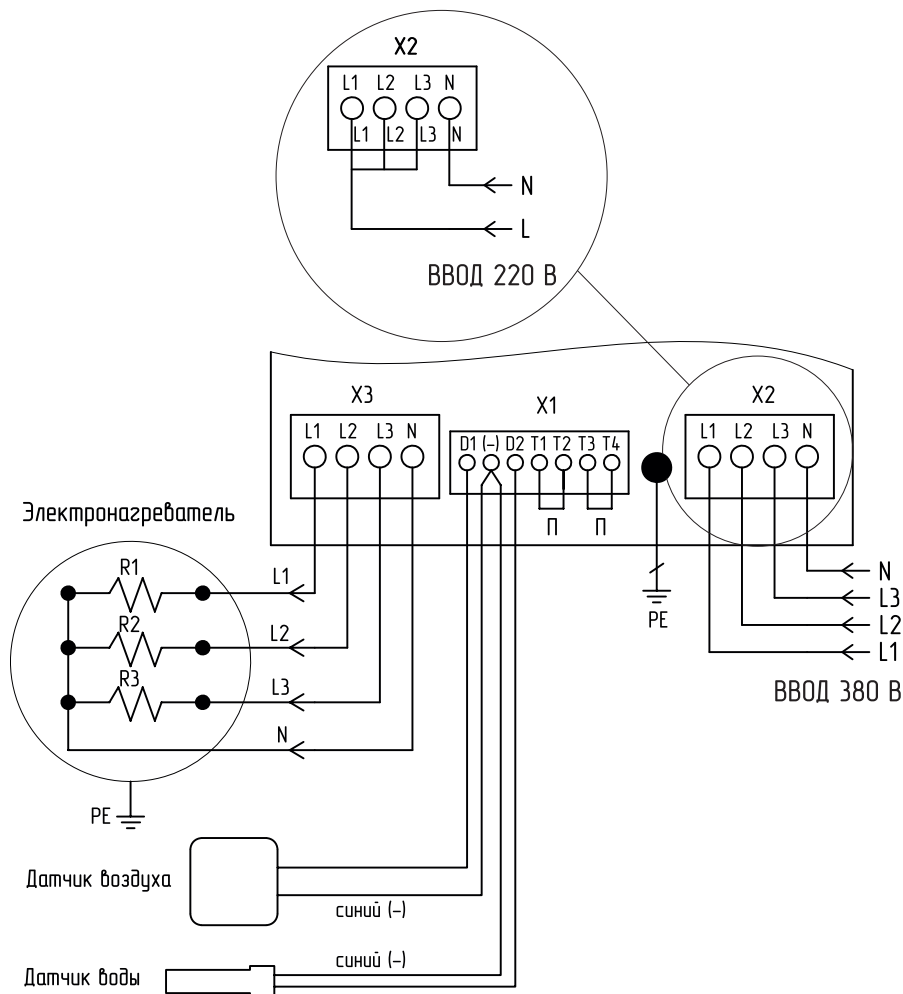

Рис.7 Схема подключения панели управления
9. Подключите панель к питающей сети кабелем соответствующего сечения, исходя из номинальной мощности котла или ТЭНБ, согласно схеме подключений (**Рис.7**) настоящей инструкции по эксплуатации.
10. При подключении панели управления к однофазной сети переменного тока соедините вместе клеммы L1, L2, L3 клеммной колодки подключения силовых проводов и подключите их к фазному проводу питающей сети. Нулевой провод питающей сети подключается согласно схеме (**Рис.7**).
- Поместите в него датчик до упора, предварительно смазав термопастой (**Рис.7**);
- Подключите датчики к монтажной колодке X1 в соответствии со схемой (**Рис.7**), обращая особое внимание на полярность датчиков. Провода датчиков синего цвета, помеченные знаком (-) подключаются на клемму колодки X1, помеченную знаком (-) (**Рис.7**). Датчики подключаются медными проводами сечением 0,5-0,75 мм² необходимой длины. При длине провода более 10 метров желательно использовать провода, свитые в пары (не более 50 метров);
12. Подключите панель к котлу или твердотопливному котлу с установленным ТЭНБ, согласно схеме подключений (**Рис.7**) кабелем соответствующего сечения, исходя из номинальной мощности котла или комплекта ТЭНБ;
13. Выполните заземление (защитное зануление) корпуса панели, в соответствии со схемой подключений (**Рис.7**).
- Нулевой рабочий провод сети (N) должен подсоединяться к колодке X2 «НЕЙТРАЛЬ» внутри панели и к общему проводу ТЭН котла или ТЭНБ;
- Подключить внешний термостат к монтажной колодке X1 вместо перемычки (П) **Рис.7**.
Внимание! В случае отсутствия перемычки (П) или срабатывания внешнего термостата, подключенного вместо перемычки к колодке X1 (**Рис.7**) устройство будет отключено.
- Подключить датчик перегрева теплоносителя к монтажной колодке X1 вместо перемычки (П) **Рис.7**.
Внимание! В случае отсутствия перемычки (П) или срабатывания датчика перегрева теплоносителя, подключенного вместо перемычки к колодке X1 (**Рис.7**) устройство будет отключено.